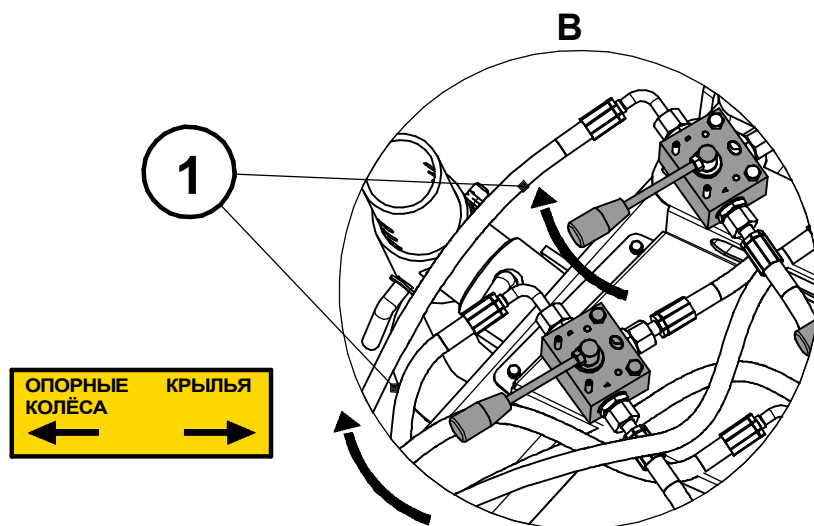

Рис.5.3.8 - Гидравлические краны управления опорными колёсами.
- 8.** Переведите гидравлические краны управления опорными колёсами и подведите колёса к бункеру посевного комплекса (положение 1 рис.5.3.8).